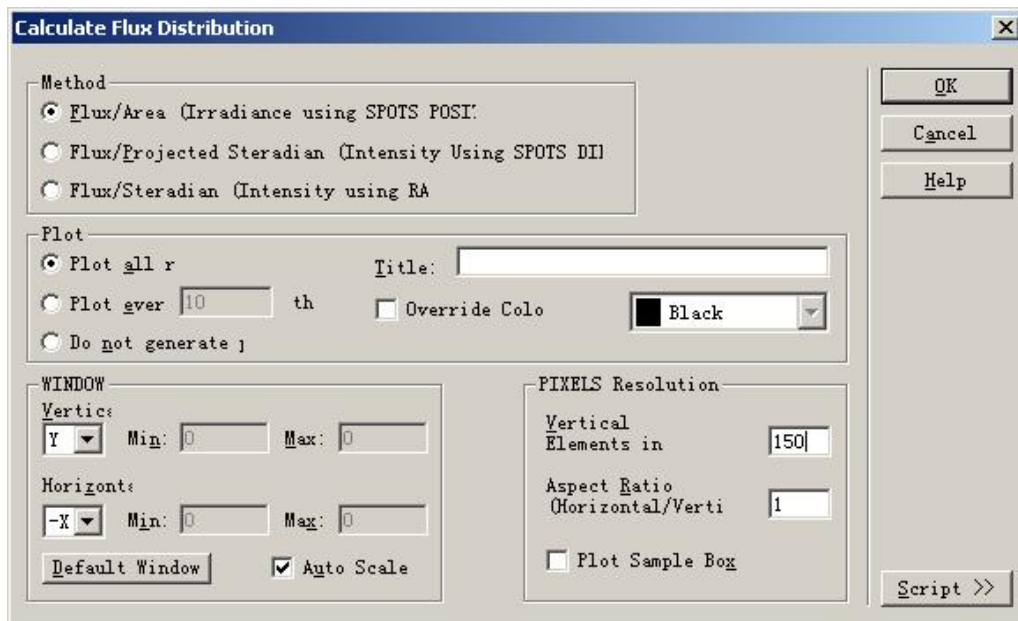

图 2.2-7
(6) 选择菜单 Analysis→Calculate Flux Distribution, 在弹出的窗口里进行如下选择(图 2.2-7)